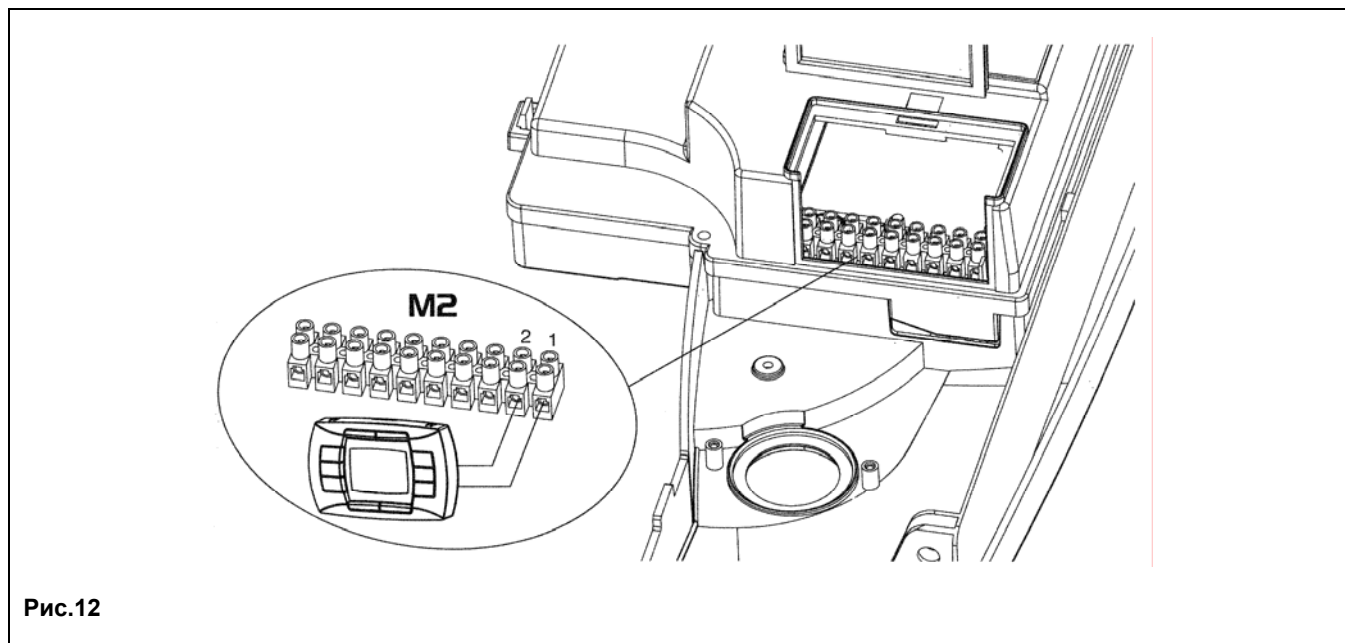

Рис.12
2. открыть доступ к клеммной колодке **M2** как показано на рис.12;
- Открутить винт на штуцере (**Pa**, рис. 12а) и присоединить к штуцере (**Pa**) манометр.
- Проверить динамическое входное давление газа (штуцер **Pa**, рис. 12а). Номинальные давления: **20 мбар** для природного газа, **37 мбар** для пропана или **30 мбар** для бутана.
- Открутить винт на штуцере **Pb** (рис. 12а) и присоединить к штуцере **Pb** манометр. Для моделей 240 i/Fi использовать штуцер (3) расположенный на трубе подачи газа (Рис.12 б).
- 1) снять трубку подачи газа (поз.1 на Рис.12б);
- 2) заменить диафрагму, установленную на газовом клапане (поз.2 на Рис.12б);